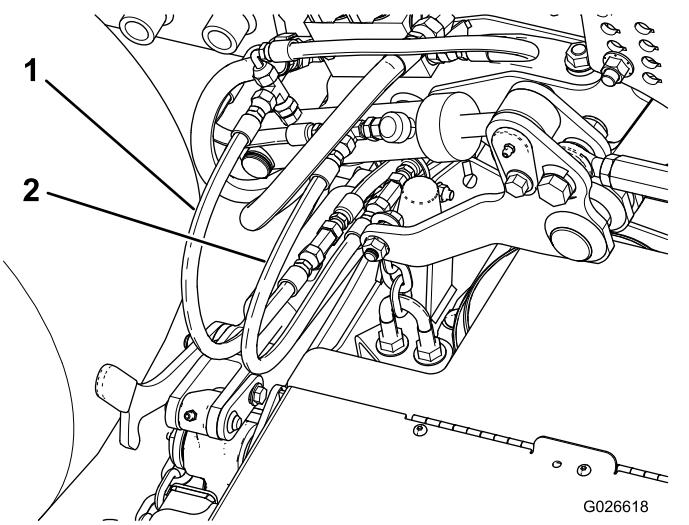

Bild 13
5. Befestigen Sie den kurzen Schlauch aus dem Kit am äußeren Anschluss am Hubzylinder des rechten Seitenmähwerks (**Bild 13**).
6. Befestigen Sie das andere Ende des kurzen Schlauchs am T-Anschlussstück am hinteren Anschluss am Mähwerkhubzylinder (**Bild 13**).